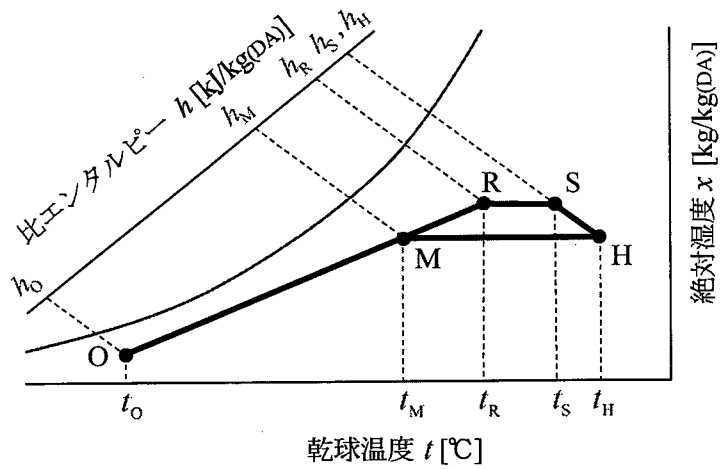
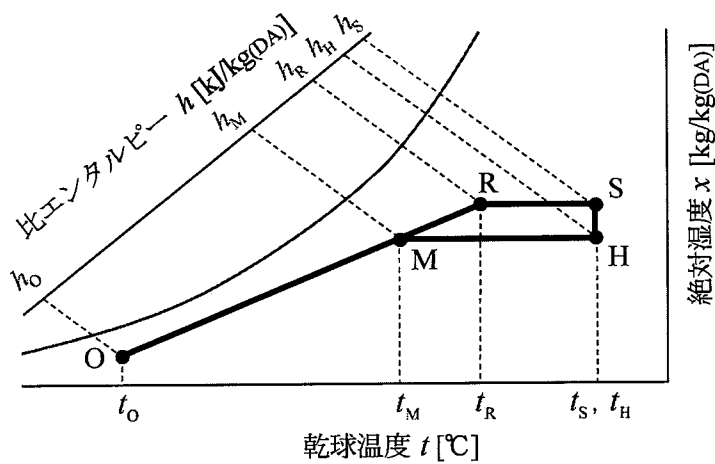

図1 暖房時の空調プロセス (その1)
図2 暖房時の空調プロセス (その2)
(3) 図1及び図2は、暖房時の空気調和のプロセスを湿り空気線図 ($h-x$ 線図) 上に表したものである。ここで、図中のRは室内空気、Sは空調機の吹出し空気、Oは外気、Mは室内空気と外気の混合空気、Hは空調機の加熱コイル通過後の空気の各々の状態点を示している。なお、単位の kg(DA) は乾き空気の質量を示す。
3) 図1と図2の違いは、加湿方式の違いによるものである。この場合、 を行う場合の
ア 図1は蒸気加湿、図2は水噴霧加湿
イ 図1は水噴霧加湿、図2は蒸気加湿
ウ 図1は蒸気加湿、図2は加湿なし
エ 図1は加湿なし、図2は水噴霧加湿